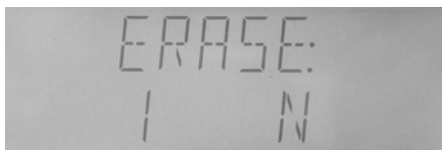

图 4—29 删除文件
- a) 在文件功能操作页，通过【◀】或【▶】键选择“ERASE”项，如图 4—29。